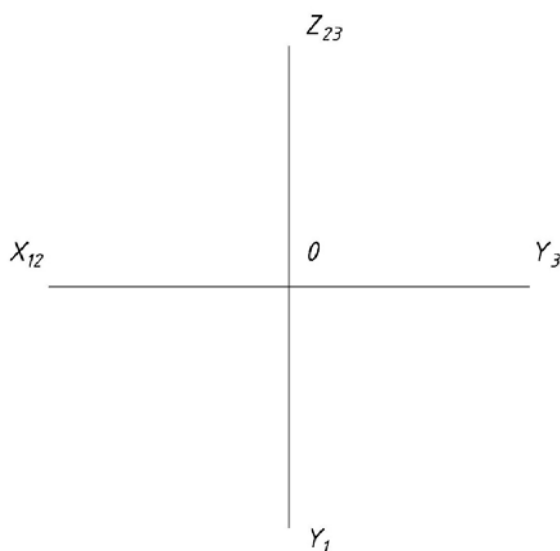

Рисунок 1 – Перший крок виконання РГР № 1
1. На аркуші формату А3 накреслити осі координат. Лист використовувати в альбомній орієнтації (рис. 1).